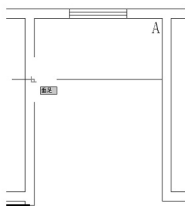
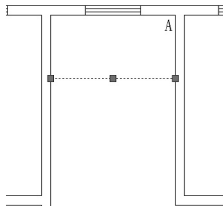

图 2.96 垂足捕捉
图 2.97 显示冷夹点
② 在指定下一点或 [放弃(U)]: 提示下, 将光标水平向左拖动到如图 2.96 所示处, 出现垂足捕捉后单击, 按 Enter 键结束命令。
(3) 利用夹点编辑生成其他踏步线。
① 在无命令时单击刚才绘制的直线, 在直线的左右端点和中点处将出现蓝色的冷夹点, 如图 2.97 所示。